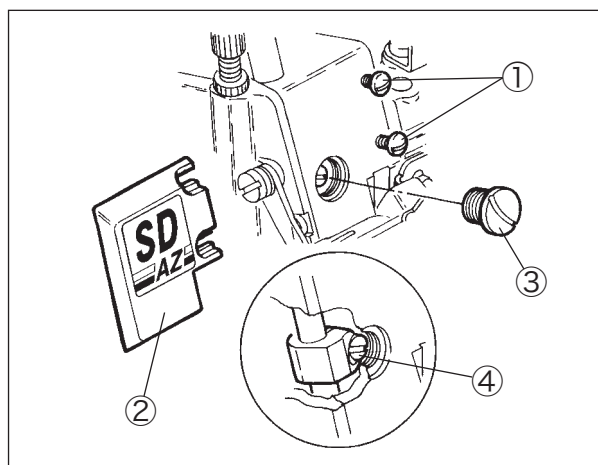

図 6-19
- (1) 止ネジ①を緩め、ロゴマーク板②を取り外す。(図 6-19)
- (2) 蓋ネジ③を取り外す。
- (3) プーリを回し針棒を最上点にする。
- (4) 針棒抱きの止ネジ④を緩め、針棒を上下させて調節する。